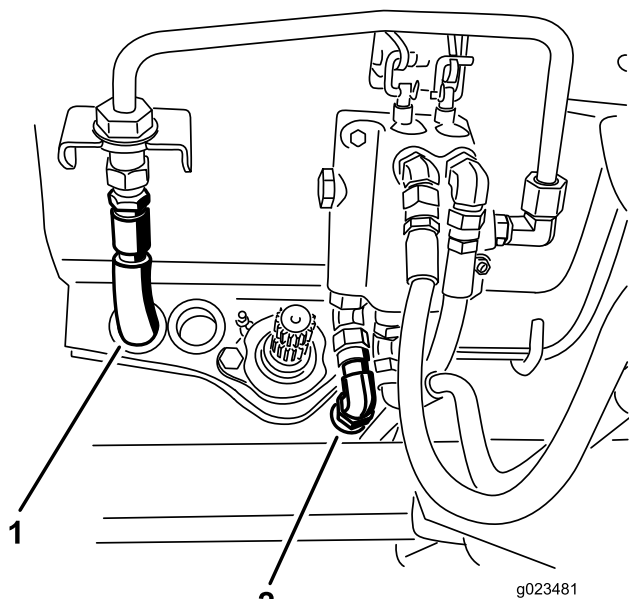

Figura 28
17. Conecte el manguito de presión hidráulica al tubo rígido de la válvula y conecte el manguito del depósito a la válvula (Figura 28).